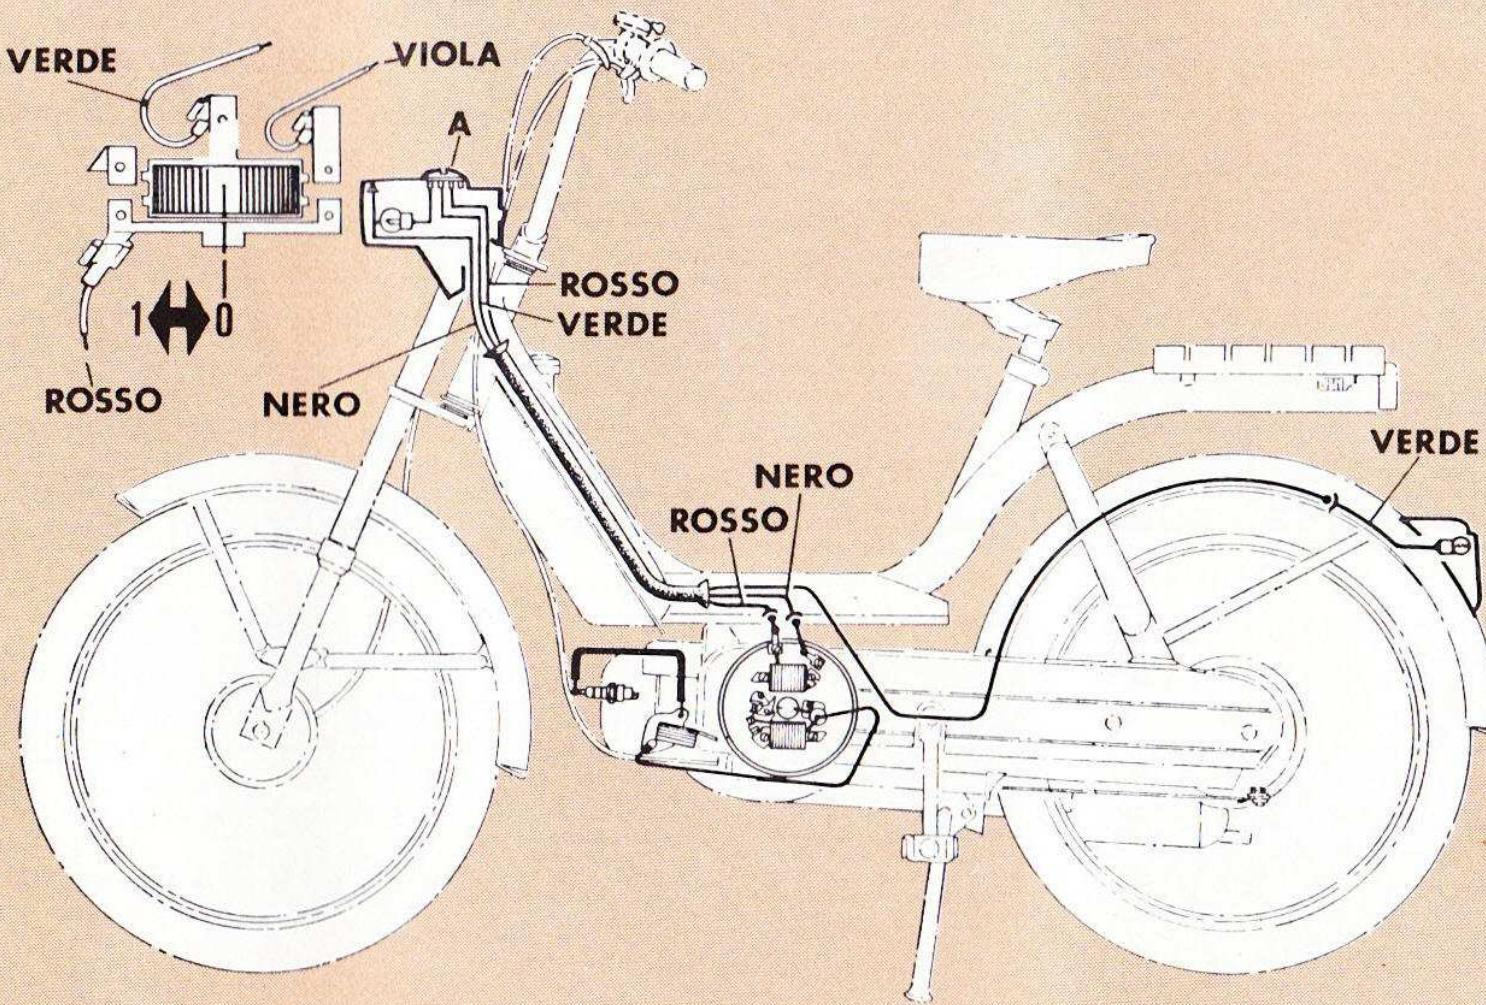

Abb. 10
Die elektrische Anlage wird m. Wechselstrom durch ein Vierpol. **Schwungrad** und äußere Hochspannungsspule gespeist (Abb. 10).
**Stellungen des Schalters « A »** (Abb. 10).